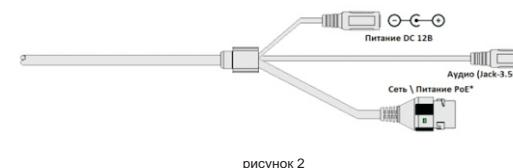

рисунок 2
- с аудио разъёмом RCA (рисунок 2).